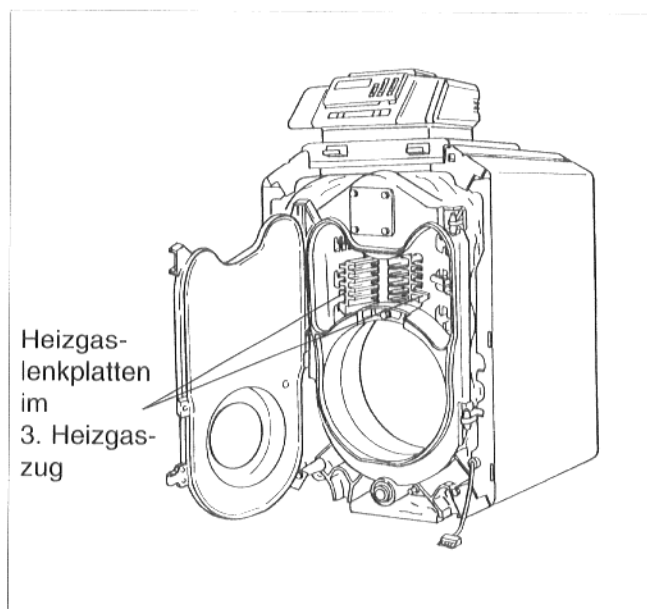

Abb. 39
- Heizgaslenkplatten links und rechts nach vorne entnehmen (Abb. 39).